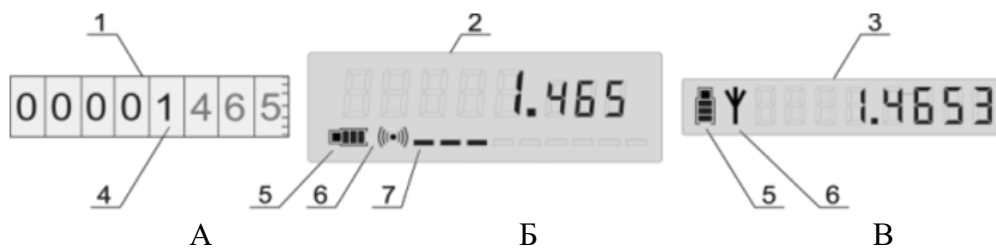

Рисунок 1 – Пример отображения данных на индикаторе МСУ/ЭСУ
Индикатор МСУ (рисунок 1.А) представляет собой механическое устройство из роликовых указателей объема. Первые пять указателей показывают объем жидкости – в кубических метрах (м^3), последующие три указателя после запятой показывают объем в десятых, сотых и тысячных долях м^3 . На последнем указателе (для тысячных долей м^3) нанесена шкала с ценой деления – $0,0002 \text{ м}^3$ (0,2 л).
- для исполнения Э1 - однострочный девятисимвольный индикатор (рисунок 1.В);
- для исполнения Э2 - двустрочный восьмисимвольный индикатор (рисунок 1.Б).